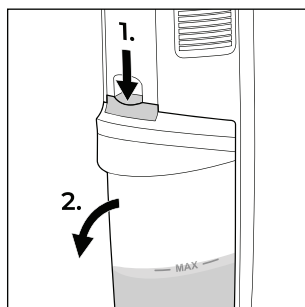

Fig. 20
- Svuotare il contenitore dell'acqua sporca ❷ dopo ogni uso e quando l'acqua sporca ha raggiunto il segno MAX.
- Quando si svuota il contenitore dell'acqua sporca ❷, assicurarsi che lo scolo (ad es. in lavandini) non venga ostruito da peli o sporcizia grossolana.
- Quando il contenitore dell'acqua sporca ❷ è pieno, per mezzo del galleggiante ❸ viene spento automaticamente il motore di aspirazione.
- ◆ Per svuotare il contenitore dell'acqua sporca ❷, procedere come segue:
1. Premere il pulsante del contenitore dell'acqua sporca ❷ verso il basso (vedere fig. 20). Sostenere il manico del contenitore dell'acqua sporca ❷ mentre si preme il pulsante verso il basso.
2. Estrarre il contenitore dell'acqua sporca ❷ dall'apparecchio tirandolo in avanti (vedere fig. 20).